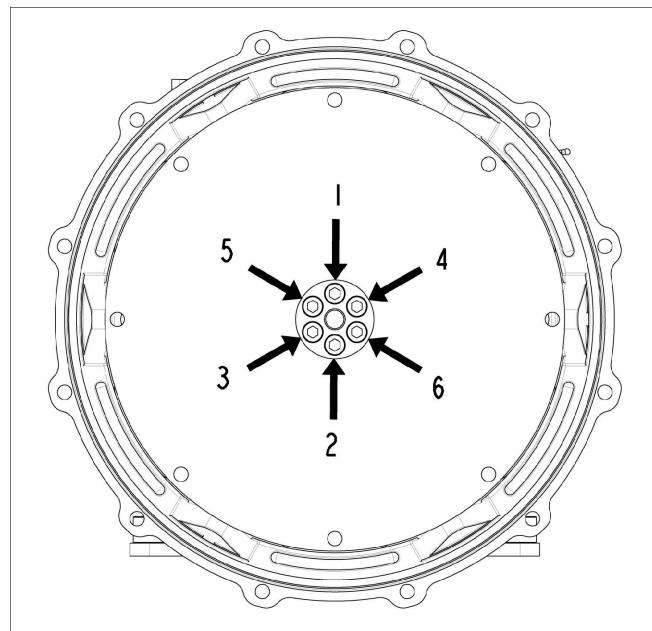

図 21. ハブへの固定手順
4. 必要に応じて、表示の順番でカップリング ディスク ボルトを締め付けます 図 21 ページ 36。締め付けトルクについては、章 8 ページ 59を参照してください。